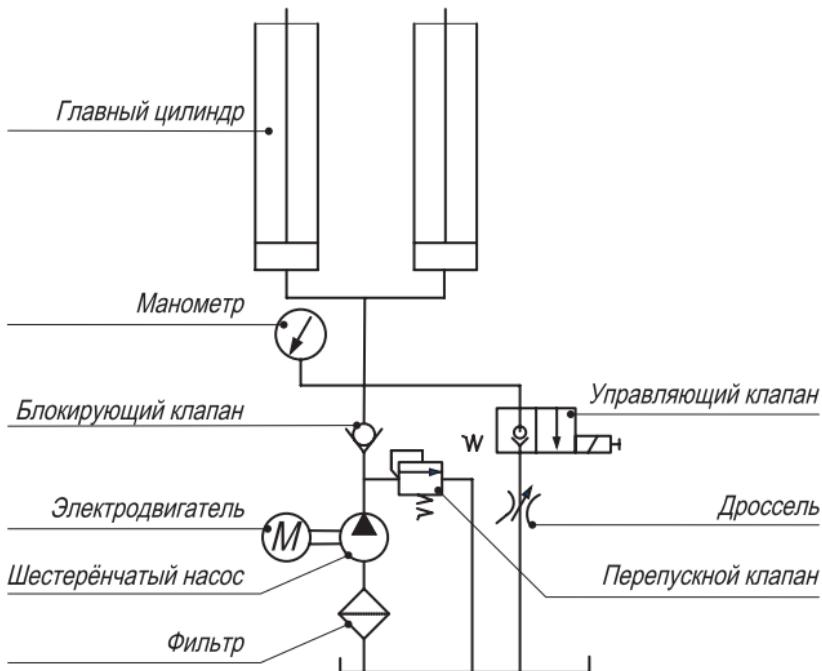

Рисунок 6 – Гидравлическая схема
1. Подсоедините гидрошланги к фитингам, расположенным на зафиксированных платформах, в соответствии с цифрами, показанными на них, согласно схеме (рис. 6). Полностью затяните их во избежание протечек.